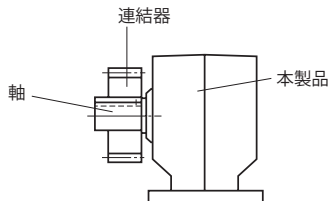
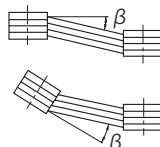

図 5-3
図 5-4
(2) チェーン・スプロケット、ギヤを使用する場合
- ・スプロケットやギヤの荷重作用点が、軸中央より本製品側へくるようにしてください。(図 5-3 参照)
(3) Vベルトを使用する場合
- ・両プリー間の平行度、偏心率 β は 20° 以内としてください。(図 5-4 参照)